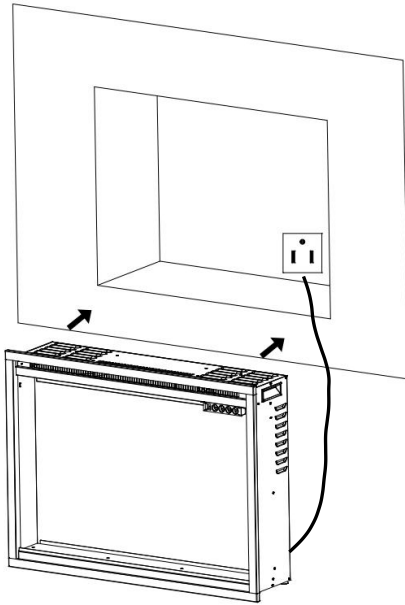
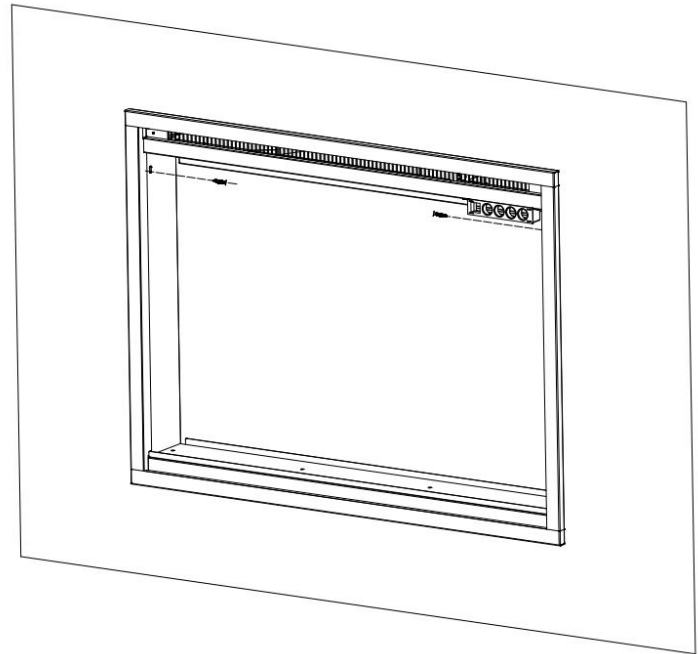

Fig. 2-1
Fig. 2-2
2. Lassen Sie den Kamin von zwei erwachsenen Personen anheben und in den Einbaurahmen einsetzen. Befestigen Sie ihn dann mit **2** Holzschrauben (**B**) durch die Löcher (**Abb. 2-1**, **Abb. 2-2**).